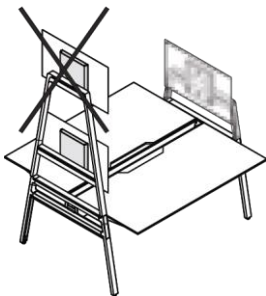

Figura 28 Soporte de monitor, montaje no admisible
- Dos soporte de monitor en un arco (véase Figura 28).